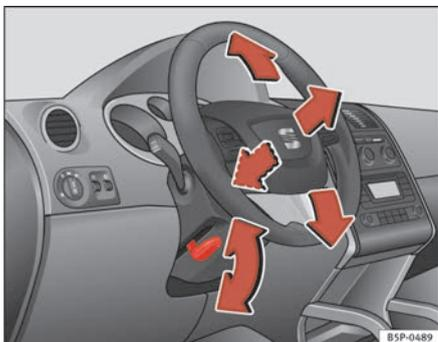

Fig. 133 Regulação da posição do volante
- Virar para baixo a alavanca ⇒ fig. 133 por baixo da coluna da direcção ⇒ ⚠.